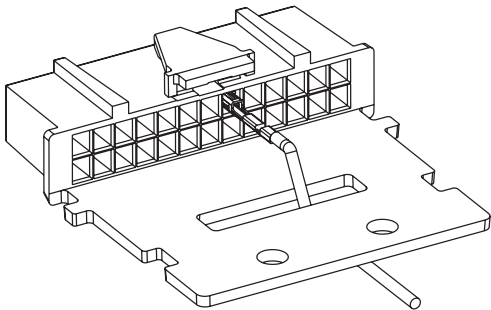

图 1a 耐扭式线扣
6. 如 **图 1a** 所示将电线穿过接口，若有多个附件连接到车载台，请按 **图 1b** 所示穿引电线，并在完成步骤 7 后用扎线带固定电线。